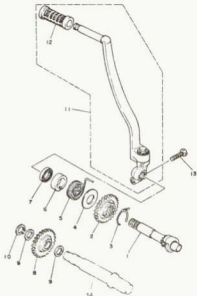

Bild 141
Kickstarterhebel (Bauteil 11 in Bild 141) versetzt die Kickstarterwelle in Drehung. Diese überträgt ihre Drehkraft auf das Kickstarterzahnrad (2) mit 24 Zähnen. Das Zwischenrad (8) überbrückt mit seinen 25 Zähnen den Abstand zur Nabe des Kupplungskorbs, die ihrerseits ein Zahnrad mit 19 Zähnen trägt. Aus dieser Zahnepaarung ergibt sich eine Übersetzung ins Schnelle. Vom Kupplungskorb wird die Drehbewegung über die Zahnäder des Primärtriebs im Verhältnis 19:68 erneut ins Schnelle übersetzt auf die Kurbelwelle übertragen. Das bedeutet, dass bei einmaliger Betätigung des Kickstarters (0,5 Umdrehungen der Kickstarterwelle) die Kurbelwelle 2,3 Umdrehungen macht.
Zahnradbremse, Teil 3 in Bild 141